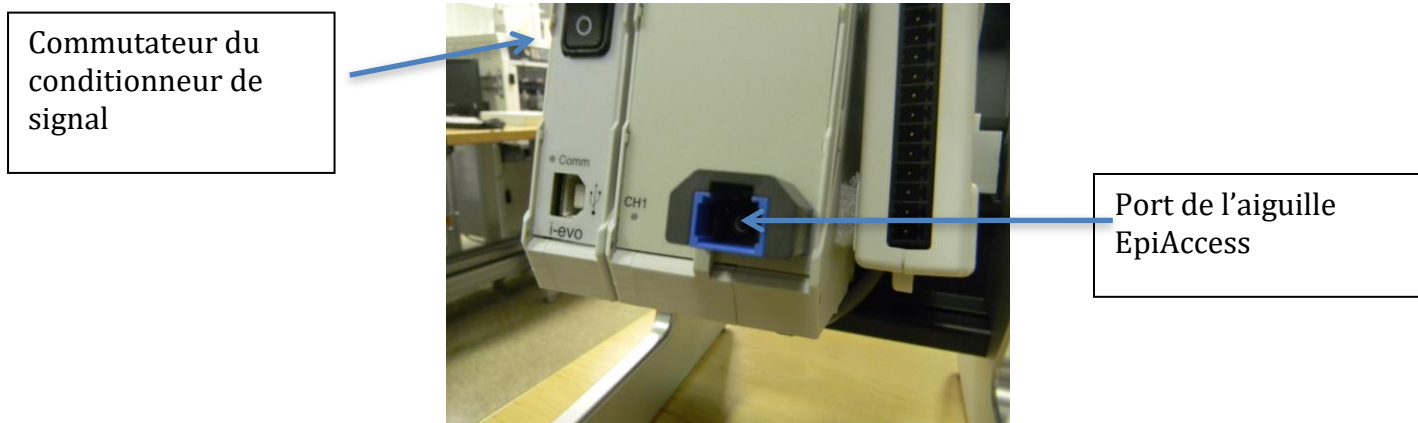

Figure 2 - Boîtier du conditionneur de signal - Vue avant
2. Lors de l'utilisation de l'unité de contrôle EpiAccess A0002, suivez les instructions indiquées sous la figure 2 (étapes 4 à 6).